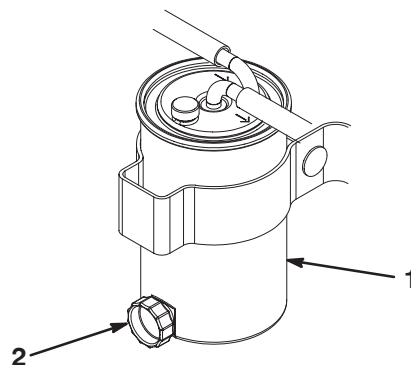

Bild 29
3. Öffnen Sie die Ablassschraube am Kraftstofffilter/Wasserabscheider um ungefähr eine Umdrehung und lassen Sie angesammeltes Wasser ablaufen (Bild 29). Ziehen Sie anschließend die Verschlusschraube wieder fest.